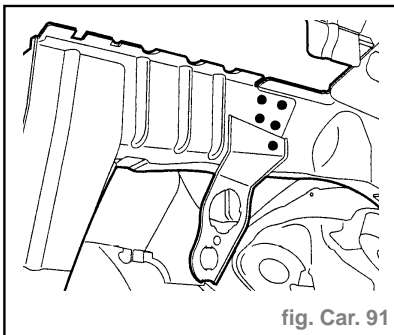

fig. Car. 91
- Souder par points électriques (avec l'équipement : **AB1**) (fig. Car. 91).